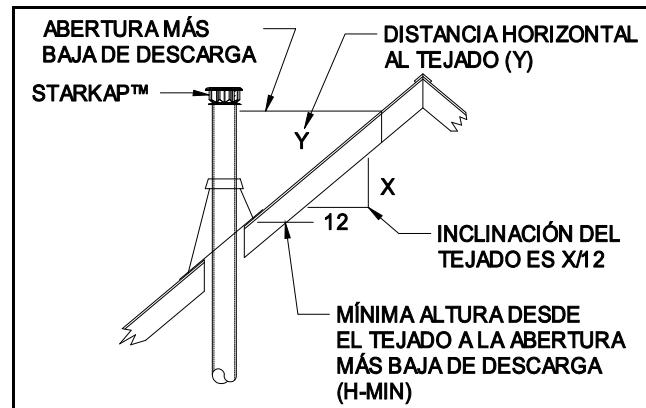

Figura 1
- Instale y asegure el respiradero vertical, el respiradero de gas o la respiradero metálica según las instrucciones del fabricante o confirme al código Nacional sobre Gas Combustible, NFPA 54 o CSA-B149.1 el código nacional del edificio de Canadá y el código de la instalación para el equipo ardiente del gas o todo código local correspondiente. La terminación del respiradero vertical o de la respiradero metálica DEBE ser instalada de acuerdo con la gráfica de altura y la inclinación del tejado (Ver Figura 1 o Tabla 1 o consulte los requisitos de NFPA 54 o CSA-B149.1). Estas alturas mínimas se pueden usar si el respiradero vertical de gas está a menos de 8 pies de distancia de una pared vertical. Para otras instalaciones, la terminación no estará a menos e 2 pies encima del punto más alto en donde pasa el respiradero vertical a través del tejado, y por lo menos 2 pies más alto que cualquier porción de un edificio a 10 pies de distancia.